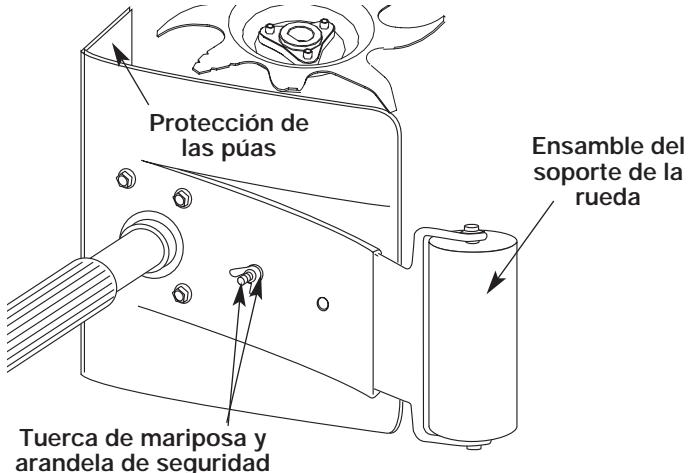

Fig. 3
1. Con la unidad sobre su lado, coloque el ensamble de soporte de la rueda en el lado inferior de la protección de las púas (Fig. 3).
3. Instale una arandela de seguridad y una tuerca de mariposa en cada uno de los pernos de la parte superior de la protección de las púas (Fig. 3).